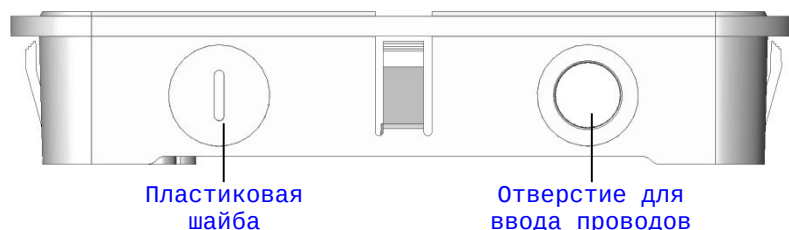

Рисунок 5. Отверстия в корпусе для ввода проводов
- 7.5. Ввод проводов в корпус прибора осуществляется через отверстия в боковых стенках основания корпуса (см. рисунок 5). Неиспользованные отверстия закрыть пластмассовыми шайбами, входящими в комплект, для этого вставить пластмассовые шайбы в отверстия согласно рисунку 8 до защелкивания. Пластмассовые шайбы также используются для фиксации крышки корпуса к основанию корпуса. Перед закрытием крышки прибора необходимо повернуть пластмассовые шайбы пазами так, как показано на рисунке 5. Затем плотно закрыть крышку прибора и повернуть шайбы при помощи отвертки так, чтобы паз расположился параллельно основанию корпуса.